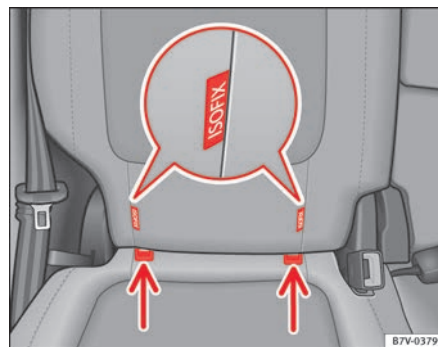

Fig. 27 Versión 2: identificación de los puntos de anclaje para el asiento para niños en el asiento del vehículo.
- Encaje el asiento para niños en las anillas de sujeción ⇒ fig. 27, en el sentido de la flecha. El asiento para niños debe encastrar de forma segura y audible.
- Coloque el asiento para niños sobre la banqueta y enganche los ganchos de los cinturones de fijación en las anillas de fijación ⇒ fig. 27.